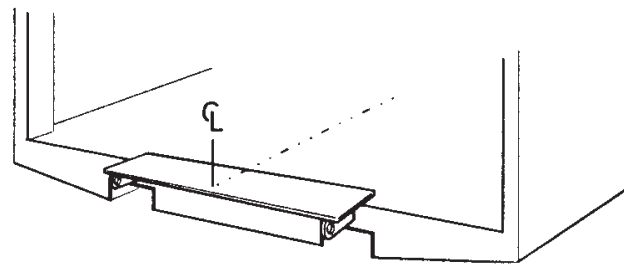

Figure 25. Visser ou souder par points le gabarit de montage sur la traverse arrière Réf. 51724TL pour Z 1500/2000
2. Visser ou souder par points le gabarit de montage sur la traverse arrière de sorte que le point médian coïncide. Voir Figure 25. Réf. 51724TL pour Z 1500/2000.